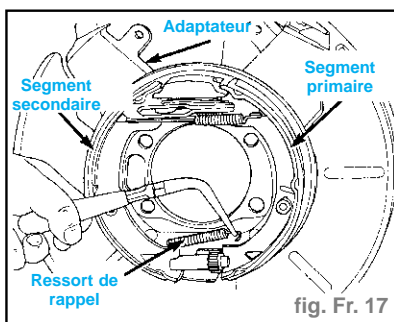

fig. Fr. 17
- Déposer le ressort de rappel inférieur des segments primaire et secondaire de frein de stationnement (fig. Fr. 17).
- Poser le ressort inférieur de rappel sur les segments primaire et secondaire. Le ressort de maintien est posé derrière les segments (Fig. Fr. 17).